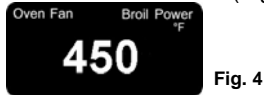

Fig. 4
- Appuyez trois fois sur le bouton Four pour sélectionner le gril à convection. La température par défaut s'affiche à l'écran. (Fig. 4)